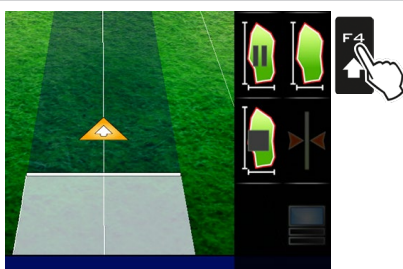

Fig. 397
- Nacisnąć klawisz **FUNC.**, a następnie **F4**: brzeg pola nie będzie już rysowany (Fig. 397);